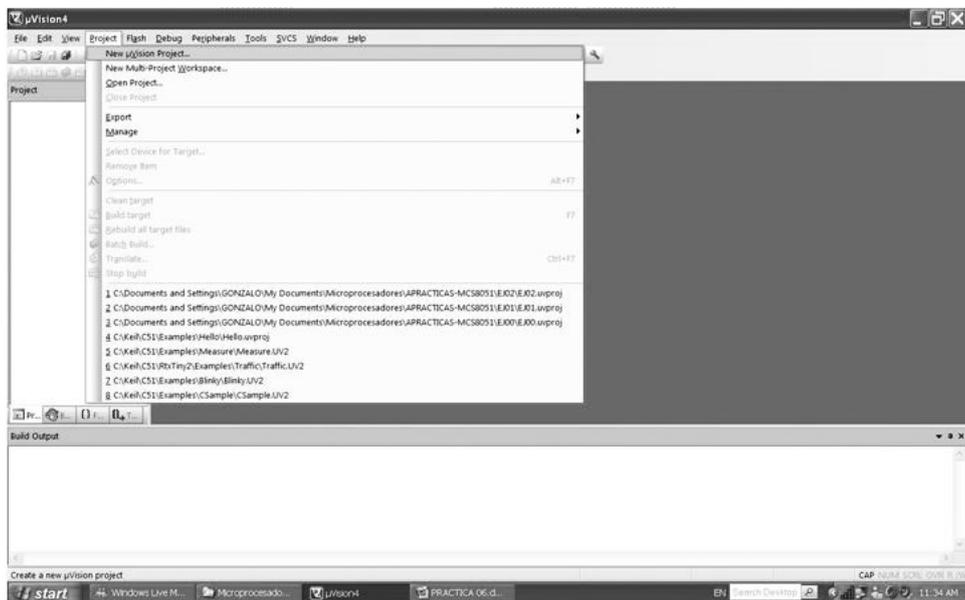

Figura 16.12: Creación de un Nuevo Proyecto. Paso 3
3. Iniciar un Nuevo proyecto en ensamblador desde el menú “Project” seleccionando “New uVision Project” tal como se muestra en la figura 16.12.